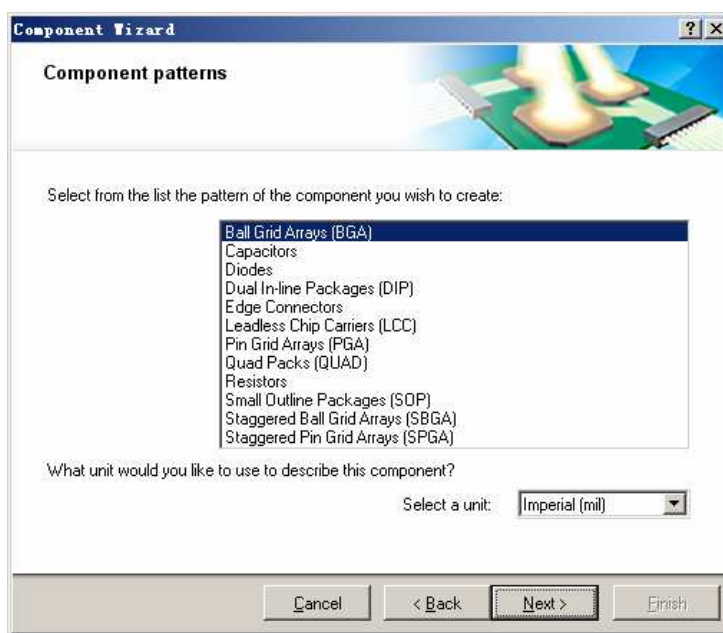

图 10.30 “Component patterns”页面
(3) 单击“Component Wizard”对话框中的“Next”按钮，显示如图 10.30 所示的“Component patterns”页面。